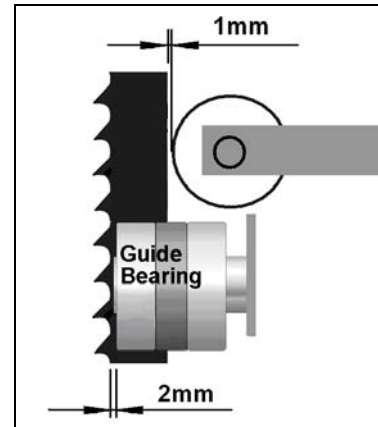

Рис. 15
Установите заднюю направляющую (H) на расстоянии 1 мм от полотна пилы (Рис. 15).